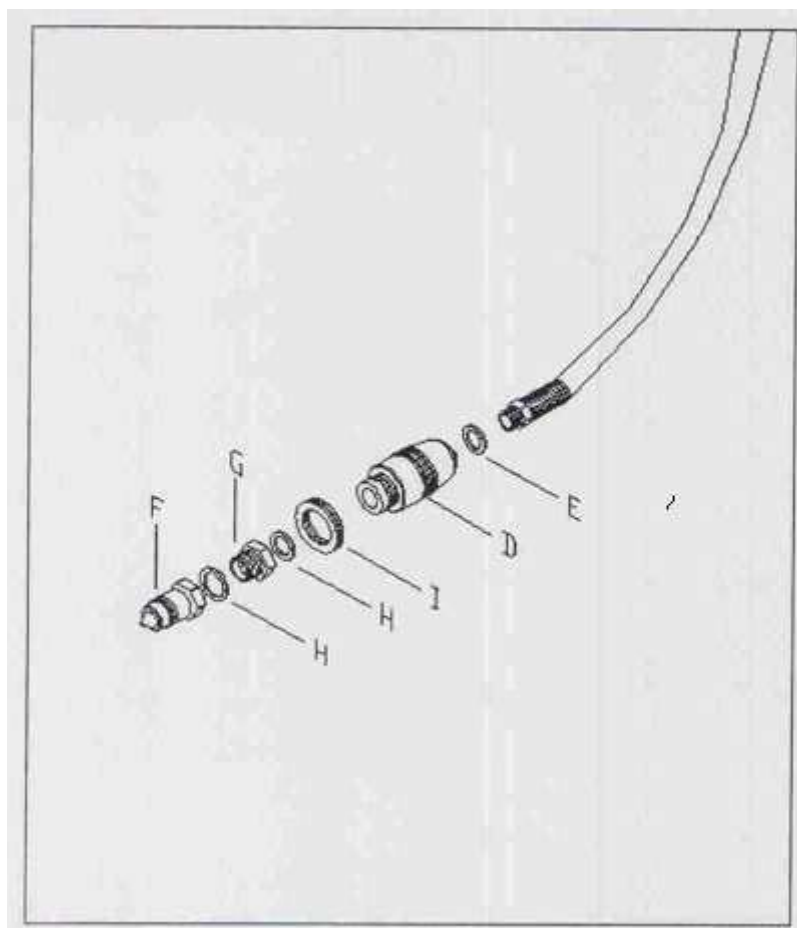

Fig. 11-01
Los trazadores hidráulicos se fijan con el bulón (A) según Fig.11-00 con los tornillos (B). (Apretar fuertemente) a continuación se hacen pasar los latiguillos a través del chasis de la máquina hasta la torreta, fijándolo con las abrazaderas que se suministran. Colocar los estranguladores según detalle de la Fig.11-01 en primer lugar la arandela (E) a continuación el estrangulador (D) (siempre en el sentido que indica el dibujo si se coloca en sentido contrario no funciona correctamente) después otra arandela (H) el macho 1/2" 3/8" a continuación, una arandela (H) el enchufe rápido macho (F). Apretar fuertemente.